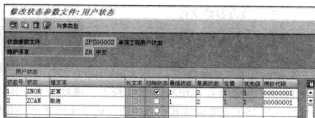

图 9-32 “修改状态参数文件：用户状态”界面
STEP 2 本例中选择“单项工程用户状态”选项，双击后进入“修改状态参数文件：用户状态”界面，如图 9-32 所示。在此界面中，可以设置单项工程层的用户状态参数，例如本例中设置两个状态参数：“正常”和“取消”。